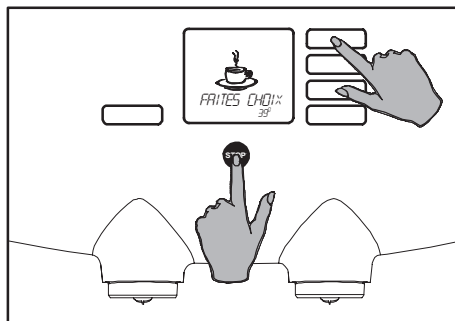

Fig. 59 Accès au menu opérateur
1. Activez le menu opérateur (fig. 59), voir également le paragraphe Accès au menu opérateur (fig. 27).